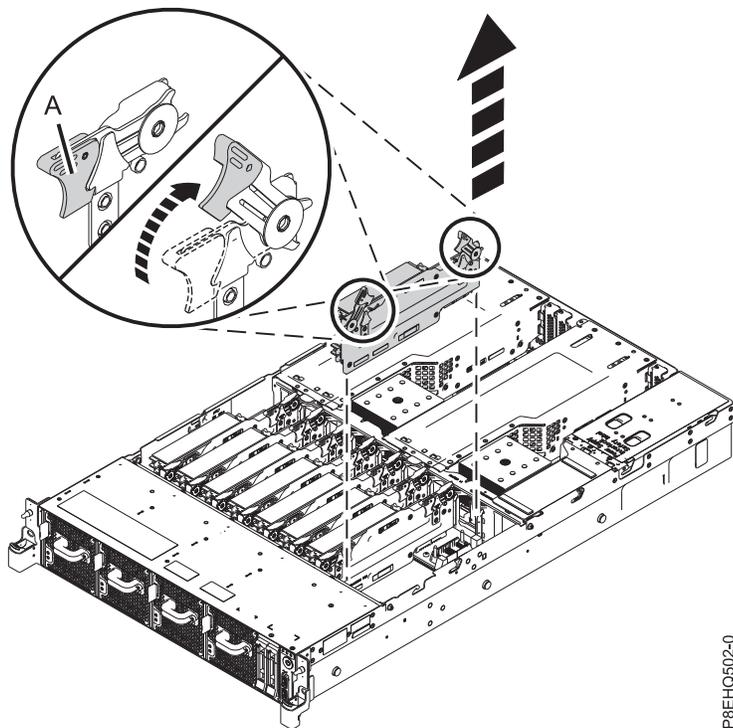

図 38. システムからのメモリー・ライザーの取り外し
- a. メモリー・ライザーのリリース・ラッチを開きます。42 ページの図 38 の (A) を参照してください。